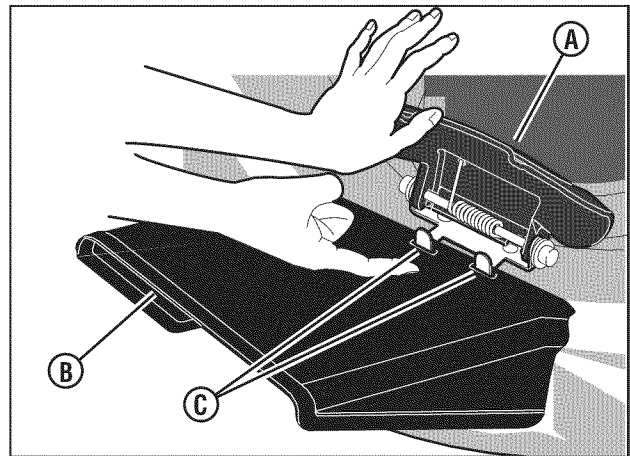

Figura 11: Instalación del deflector de descarga
1. Levante la tapa del desmenzador (**A, Figura 11**).